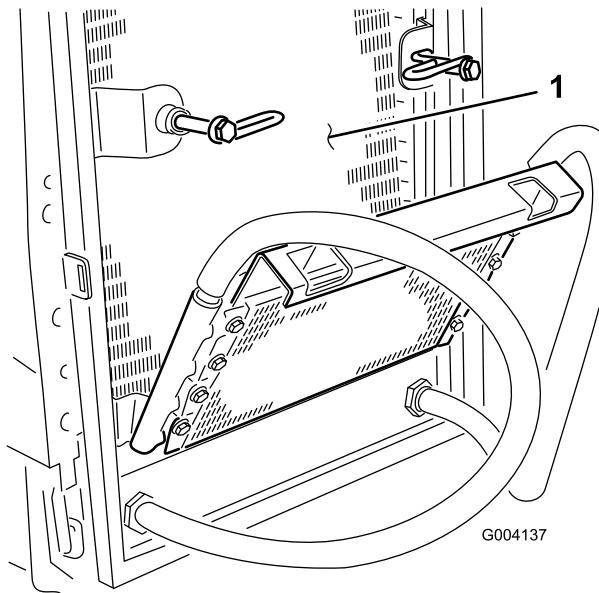

図 63
6. オイルクーラーとラジエターの裏表を図 63 壓縮空気で丁寧に清掃する。